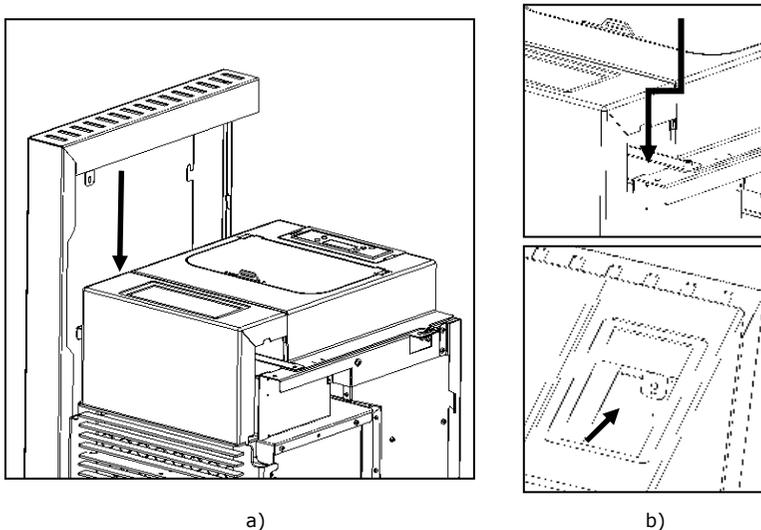

Figura 64 – Schede di montaggio nei telai laterali
p) Nella parte superiore della detta aletta di passare tra la struttura della macchina di finitura anteriore e superiore come dimostra la figura 64. Se la scheda Alpes K300 non è visibile.